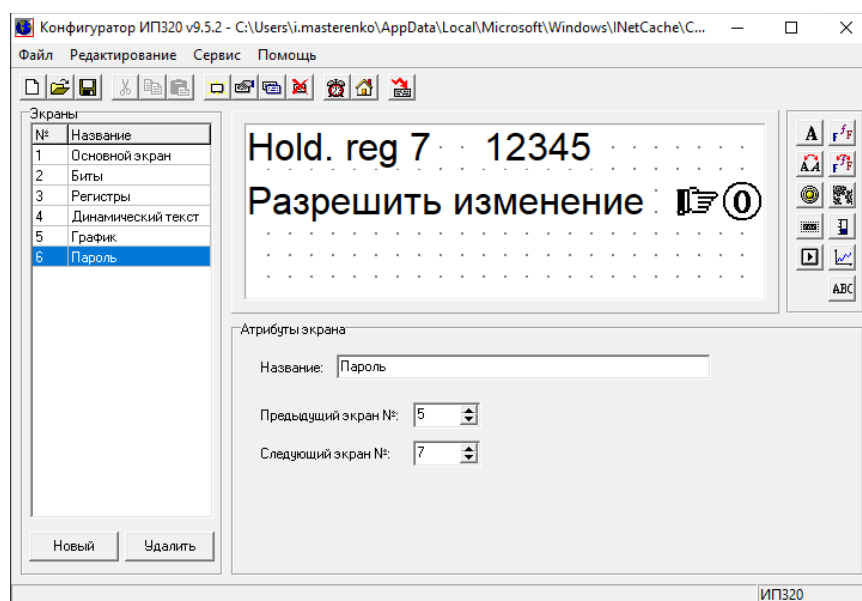

Рис. 17. Экран **Пароль**
- **Число рег-ов** – число регистров для типа UINT (1);
6. На экране **Пароль** (рис. 17) добавлен параметр, который можно редактировать только при вводе пароля.